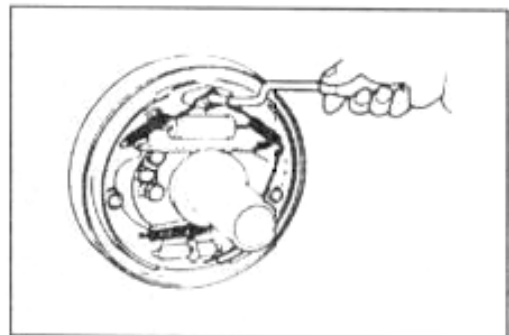

Рис. 6-21
(7) Установите сжатую пружину на толкатель ручного тормоза, а затем установите толкатель на тормозную колодку.
(8) Установите направляющую пластину тормозной колодки на опорный палец, а затем установите возвратную пружину тормозной колодки (рис. 6-21).